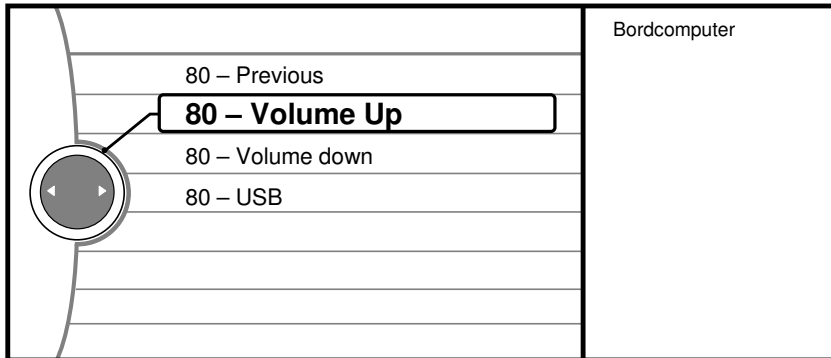

Abb.56
7. Lautstärke Einstellung – wählen Sie den Menüpunkt **VOLUME UP** (Abb. 56). Drücken Sie den Drehregler so oft, bis die Lautstärke des Endgerätes auf Maximum steht.